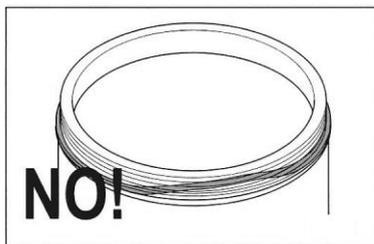

Abb. 32
2. In Abb. 32 ist eine falsch angebrachte Dichtung gezeigt; in diesem Fall liegt die Dichtung NICHT perfekt am ganzen Rand des Behälters an.